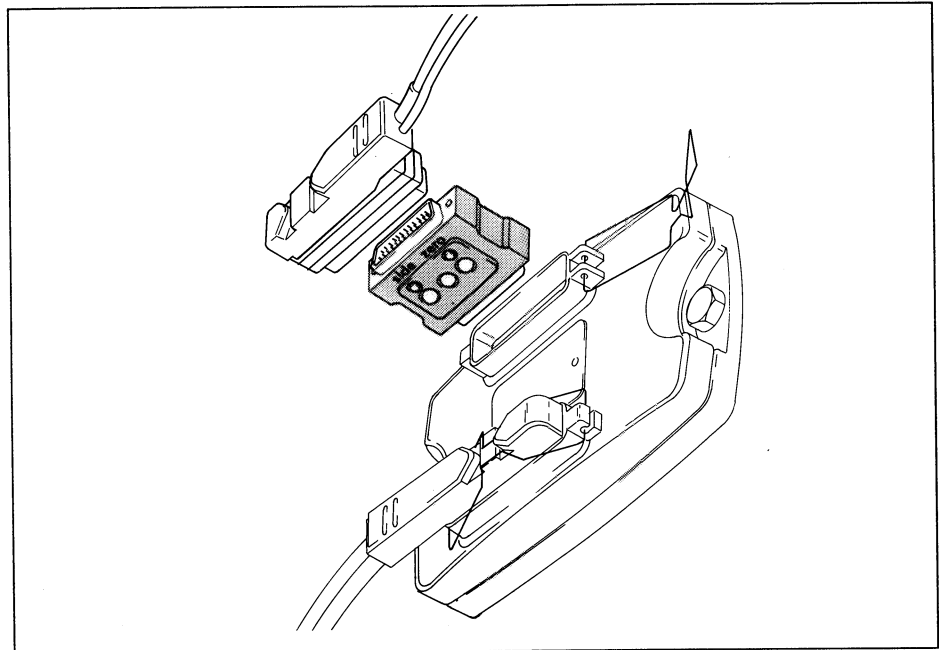

imagen 13. Calibrado
- Coloque el adaptador de calibrado **185196** entre el conector de 25 contactos y la unidad reguladora (imagen 13).